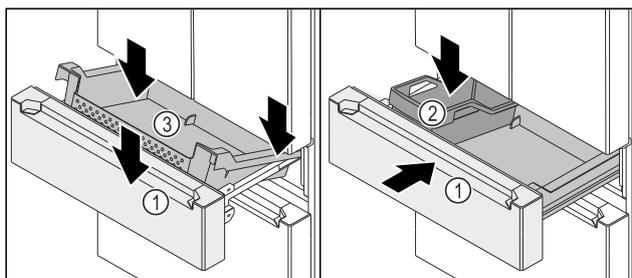

Fig. 149
- Auszugswagen Fig. 149 (1) ist herausgezogen.
- ▶ Behälter Fig. 149 (3) hinten auf den Schienen rechts und links aufsetzen.
- ▶ Behälter Fig. 149 (3) vorne absenken, sodass Behälter Fig. 149 (3) die Schienen rechts und links umschließt.
- ▶ FlexBox Fig. 149 (2) einsetzen.
- ▶ Auszugswagen Fig. 149 (1) einschieben.